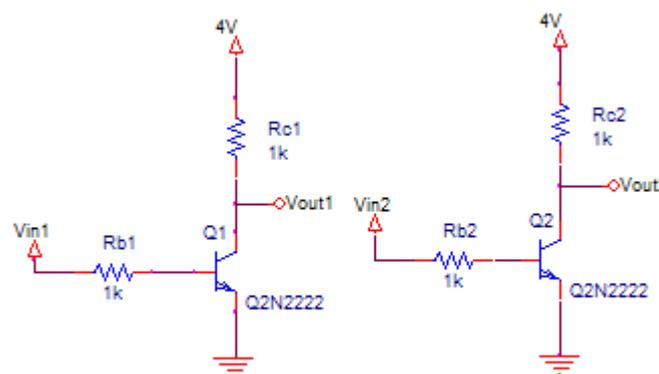

Figura 2: Inversores RTL
- Mide el valor de las resistencias que usarás en el montaje de la figura 2.
- Montar en la placa el circuito de la figura 2, al igual que en las anteriores prácticas, trata de usar el menor número de cables para las conexiones.